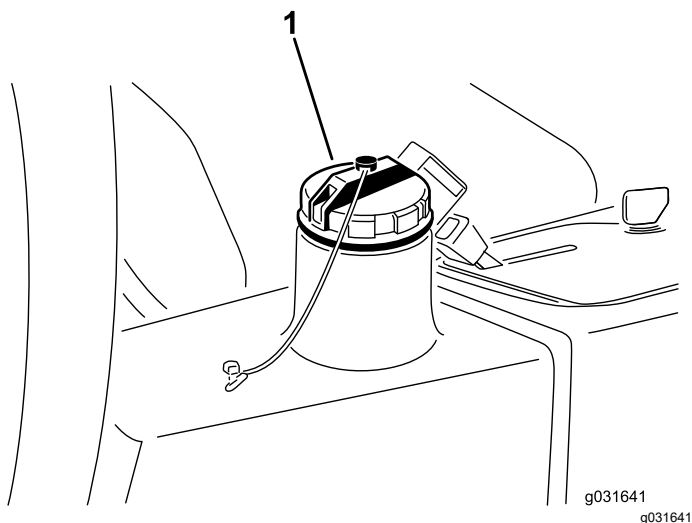

**Figura 66**
2. Desconecte as linhas hidráulicas ou retire o filtro hidráulico e deixe que o fluido hidráulico esorra para dentro de um recipiente de escoamento (Figura 68 e Figura 66).
3. Instale as linhas hidráulicas quando o fluido parar de escorrer (Figura 66).